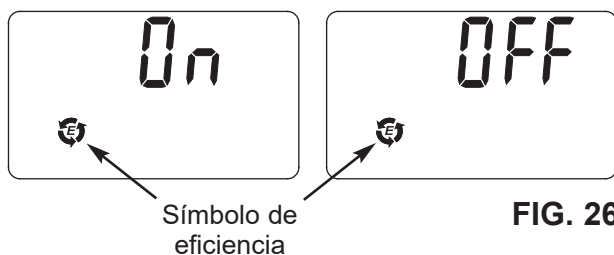

FIG. 26
1. Mantenga oprimido el botón PROGRAM (Programar) hasta que aparezca la pantalla que se indica en la Fig. 25. Cuando ello ocurra, oprima una vez el botón PROGRAM (Programar) y aparecerá una de las dos pantallas que se indican en la Fig. 26.